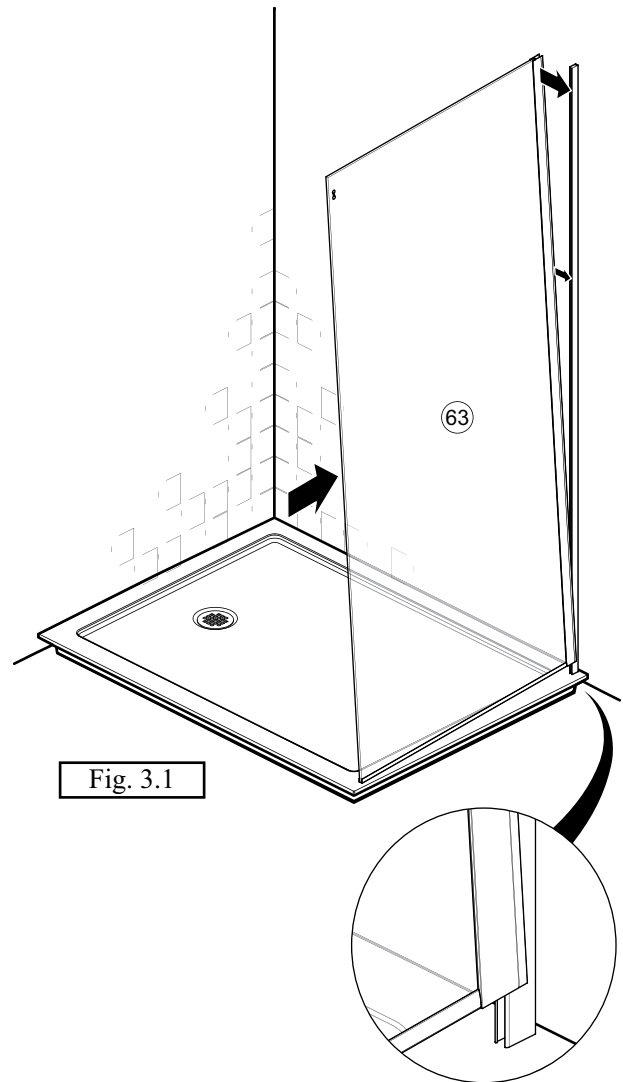

Fig. 3.1
Soulever légèrement le **panneau de retour** pour l'insérer sur le **montant mural** en prenant soin d'insérer le bas en premier. Pousser le jusqu'au fond pour maintenir le panneau en position durant l'installation (fig. 3.1).
*Slightly lift the **return panel** and insert it on the **wall jamb**. Make sure to insert the bottom part first. Push it all the way to hold the panel in position during installation (fig. 3.1).*